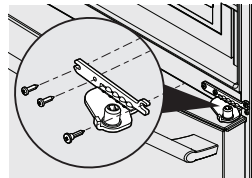

Figure 5
5. Il faut tirer sur le tiroir pour exposer la charnière inférieure. Dévissez les trois vis de la charnière inférieure et faites glisser la charnière vers l’intérieur. Figure 5.